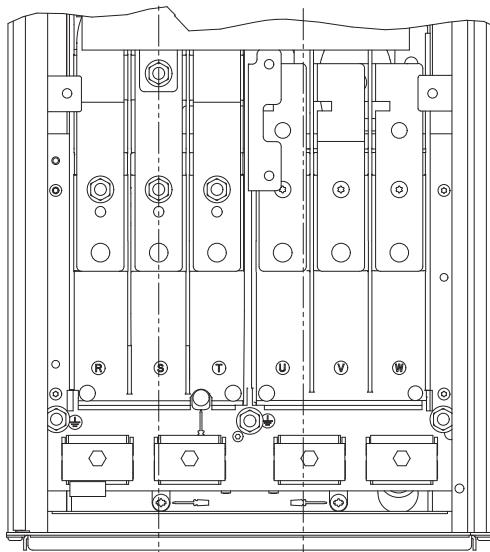

Fig. 11 Connexion terre, secteur et moteur
1. Brancher le conducteur de terre à la borne 99 (PE).
- Voir fig. 11.
2. Brancher les conducteurs moteur aux bornes 96 (U), 97 (V), 98 (W).
1. Brancher le conducteur de terre à la borne 95 (PE). Voir fig. 11.
Lors de la réalisation du câblage, prendre en considération les positions des bornes suivantes. Voir fig. 11.